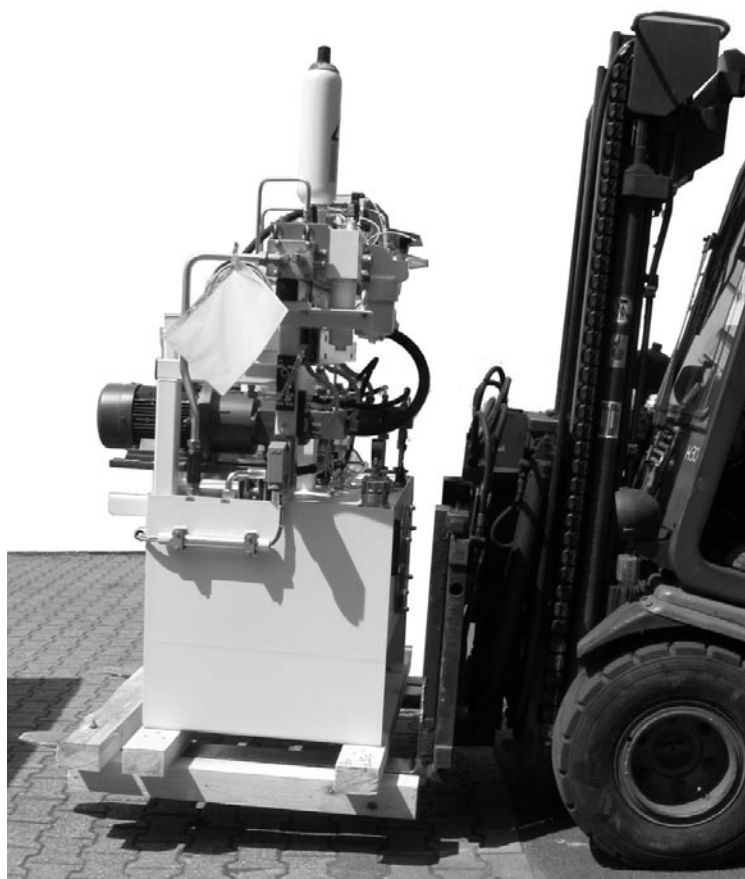

Fig. 4: transporte con elevador de horquilla
- ▶ Asegurarse de que los componentes incorporados de la central hidráulica no entren en contacto con los elementos de anclaje o elevadores durante el transporte (ver fig. 4).